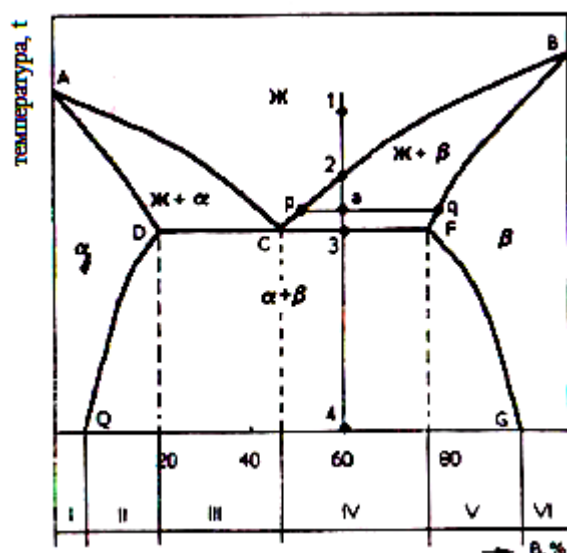

Рис. 11. Диаграмма состояния сплавов с ограниченной растворимостью компонентов в твердом состоянии
1. Нарисовать диаграмму состояния сплавов с ограниченной растворимостью компонентов в твердом состоянии (рис. 11).
2. Указать во всех областях диаграммы фазы (см. рис. 11).